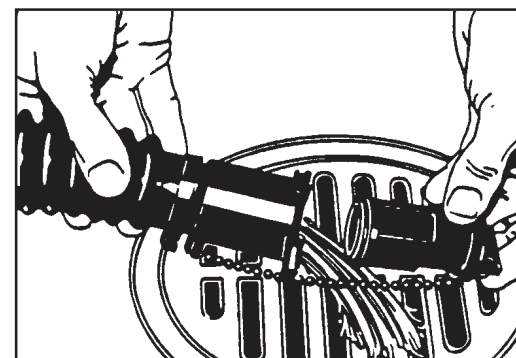

Figure 28
- 2.) Pour ouvrir la vanne de vidange complètement, tournez le bouchon vers la droite et retirez-le. Voir figure 28.